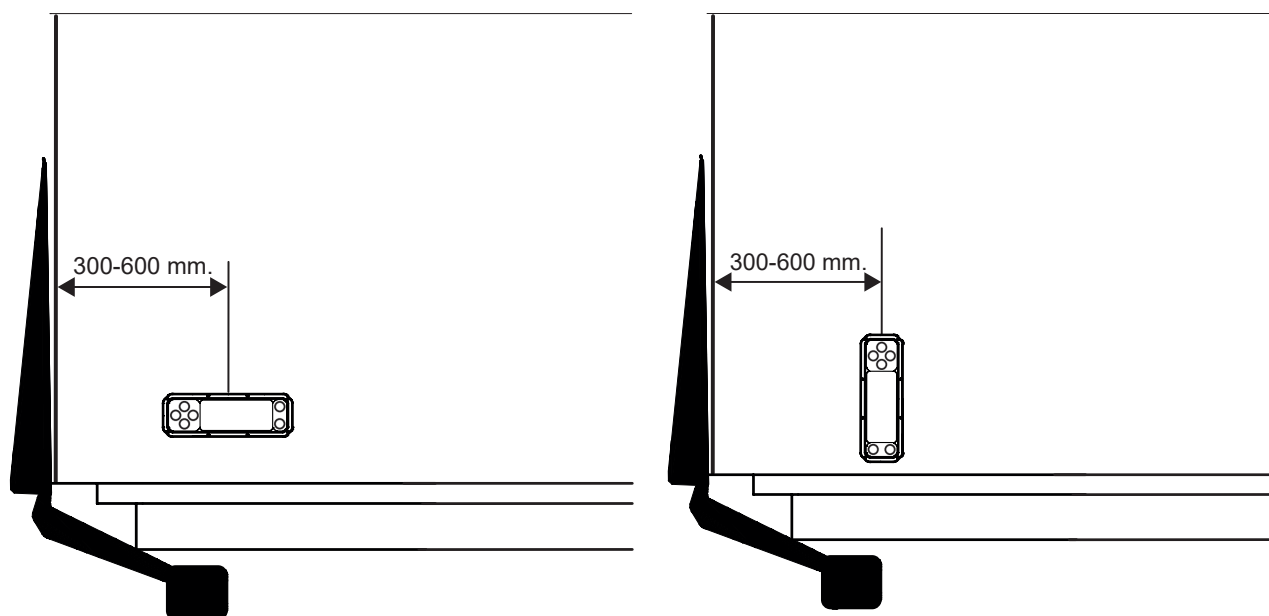

Bild 44. Montering av manöverdon
5. Montera därefter fast manöverdonet på skåpet. Se Bild 44